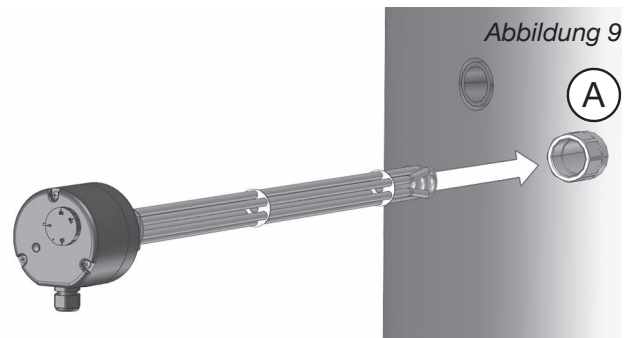

Abbildung 9
8. Führen Sie den Heizkörper vorsichtig waagrecht in die Montageverlängerung (A) ein (Abbildung 9).